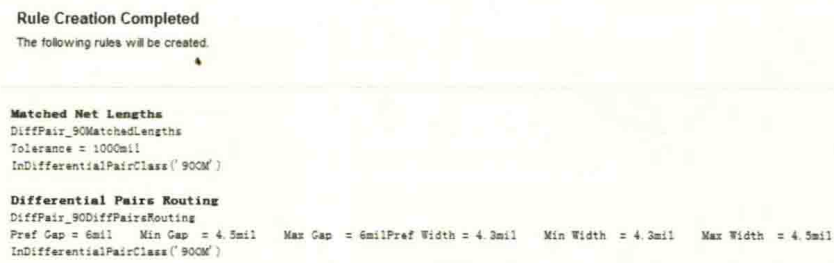

图 9-43 数据预览
④ Rule Creation Completed: 规则创建完成，会提示创建的数据预览，如图 9-43 所示，方便检查确认。确认相关信息后，单击“Finish”按钮，完成规则的创建。